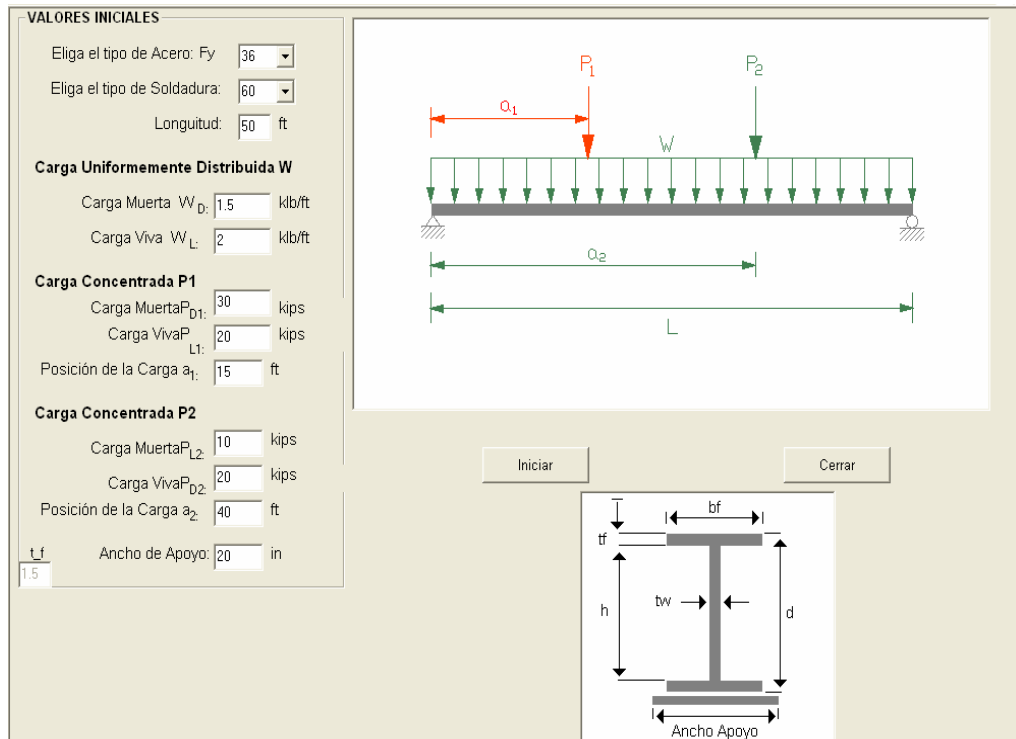

Figura 6.20 Captura de Datos.
1. La captura de los datos se muestra en la Figura 6.20.